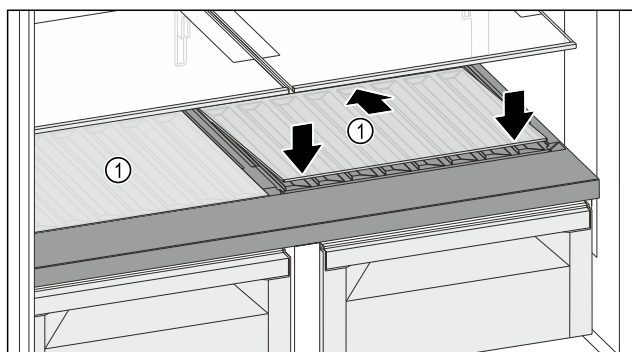

Fig. 119
- Nasadte sklenú dosku Fig. 119 (1) šikmo a naklonenú smerom dozadu nadol.
- Spustite sklenú dosku Fig. 119 (1) vpredu.